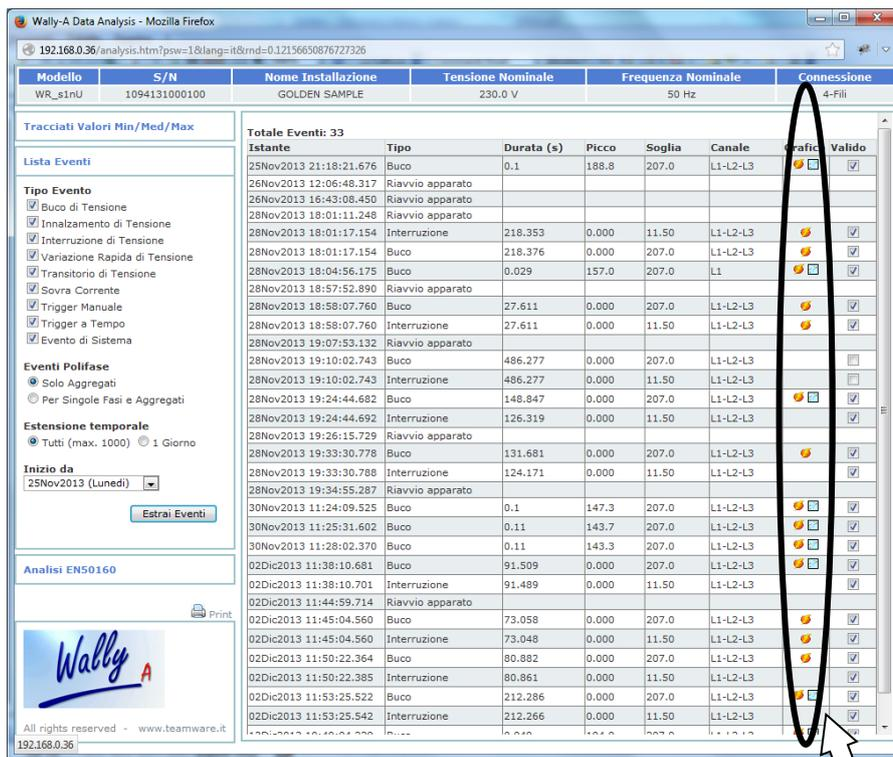
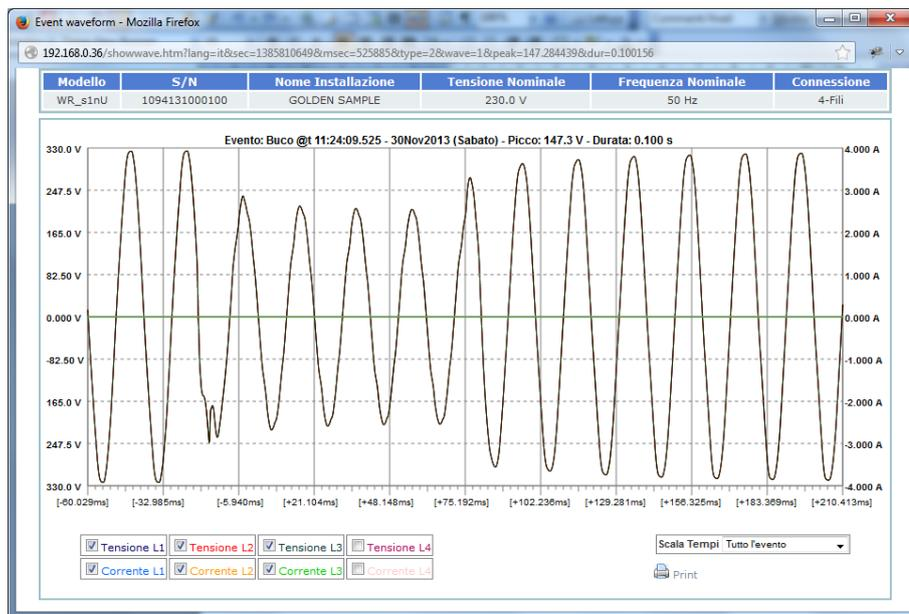

Figura 5-19 - Griglia Lista Eventi
Figura 5-20. Grafico forma d'onda di un evento
- **Lista Eventi:** mostra in una griglia tabellare l'elenco degli eventi occorsi (buchi, sovratensioni, etc...) da una data di inizio selezionata, come mostrato in figura 5-19. Gli eventi che hanno associata la registrazione di forme d'onda sono marcati con un simbolo di un fulmine (campioni istantanei) o di un grafico (tracciato misura rms) nella colonna "Grafico". Cliccare su tale simbolo per aprire una finestra grafica che mostra l'andamento della forma d'onda o del tracciato rms associato all'evento., come mostrato in figura 5-20..